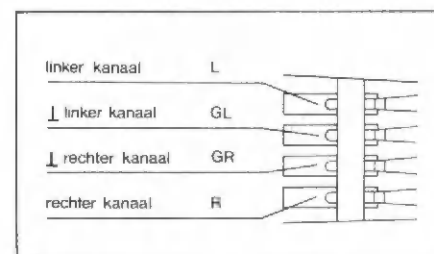

Fig. 14
3. De aansluitingen aan de systeemhou- der monteren volgens de kleurcode van fig. 14.